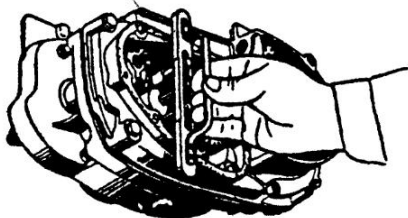

Рис. 5.17. Определение осевого зазора вала переключения передач "Иж-П5"
- проверить осевой зазор вала переключения передач (рис. 5.17) при помощи калибра. В одном из положений калибра опорная шайба должна плотно прижиматься к нему, в другом - свободно вращаться. Это обеспечит зазор между опорной шайбой и бобышкой крышки 0,2-0,4 мм.